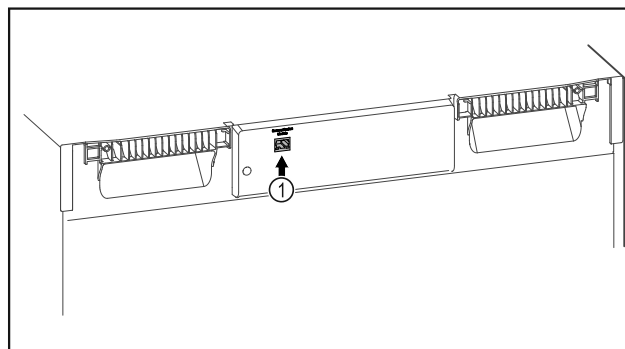

Fig. 154
- SmartModule Fig. 154 (1) se rabi.